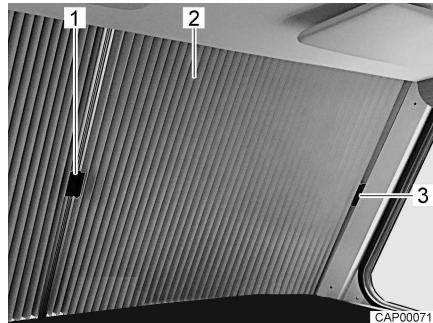

Fig. 24 Tendina oscurante pieghevole per il parabrezza (chiusa)
- Su ciascuna delle due metà della tendina oscurante pieghevole (Fig. 24,2) tirare con cautela verso il centro del parabrezza la maniglia (Fig. 24,1), finché la chiusura magnetica scatta e tiene chiusa la tendina oscurante magnetica.
- Su ciascuna delle due metà della tendina oscurante pieghevole (Fig. 24,2) spingere la maniglia (Fig. 24,1) verso l'esterno sotto la copertura sul montante A.
- Agganciare la maniglia alla copertura (Fig. 24,3).